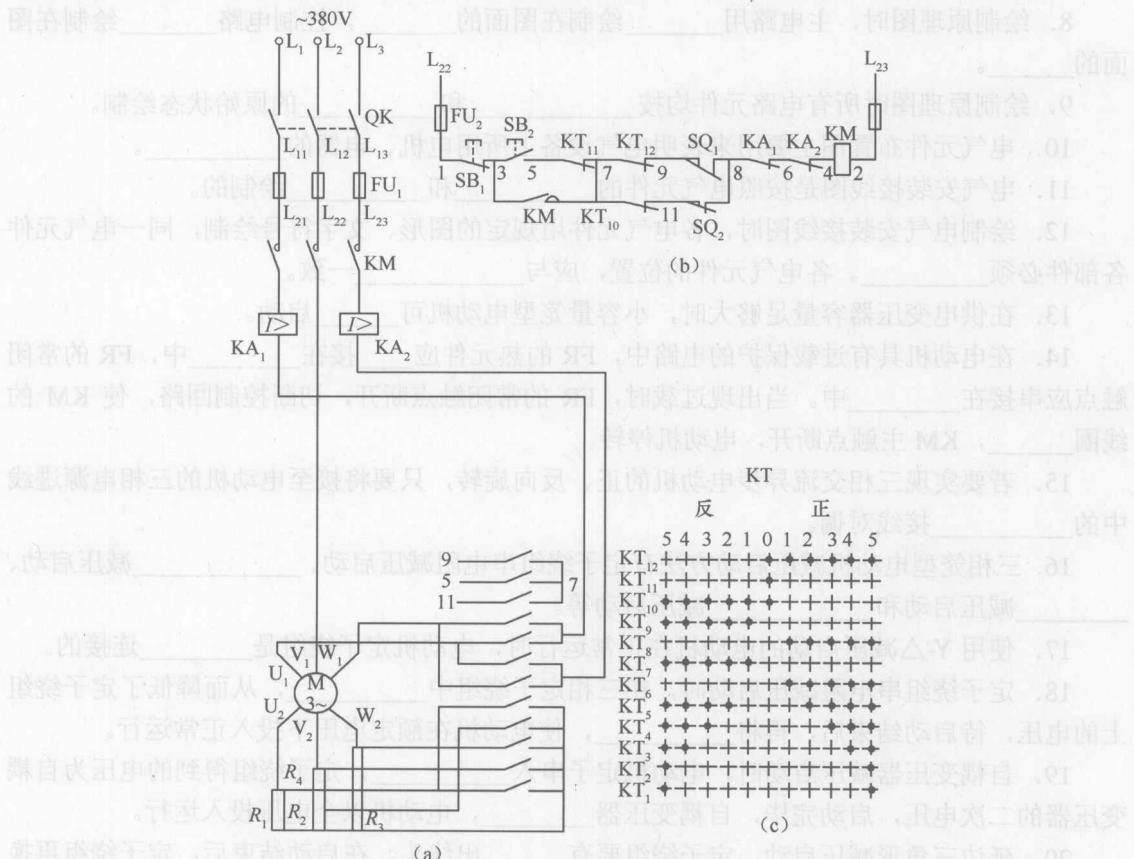

图 2-1 电气控制线路
24. 在图 2-1 中，凸轮控制器的触头 $KT_1 \sim KT_5$ 用于与转子电路串接的电阻相连接，触头_____用于控制回路，触头_____用于变换主电路电源相序。
25. 在图 2-1 中， KT 手柄位置向正向“2”位时，____、____、____、____4 对触头闭合，电阻____被切除，电动机转速上升。
26. 在图 2-1 中，凸轮控制器手柄由“0”位扳向反向“1”位时，触头____、____、____闭合，电动机 M 电源____而反向启动。
27. 在图 2-1 中，手柄位置向反向“5”位时，电动机转子电阻____、____、____、____被切除，电动机转速上升到反向最大。
28. 在图 2-1 中，为了安全运行，在终端位置设置了两个限位开关____、____，分别与触头____、____串接，实现限位保护。